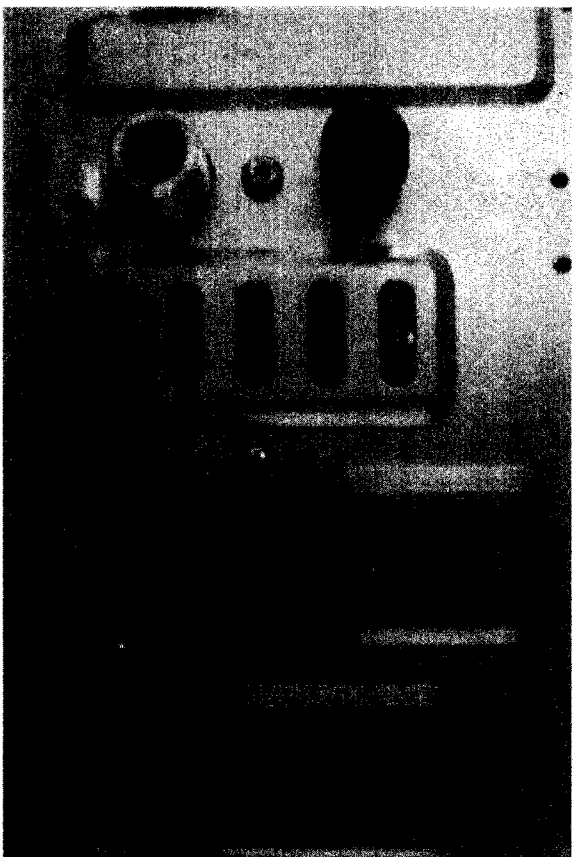

Figura 17
14.2 Pentru a desavarsi instalarea centralei se verifica daca toate conexiunile centralei sunt stranse si realizate corect, urmand ca centrala sa fie umpluta prin deschiderea valvei de umplere (*Figura 17*). (Valva se inchide cand presiunea in sistem atinge valoarea de 2 bar) si se deschide valva de alimentare cu apa rece si valvele de separare